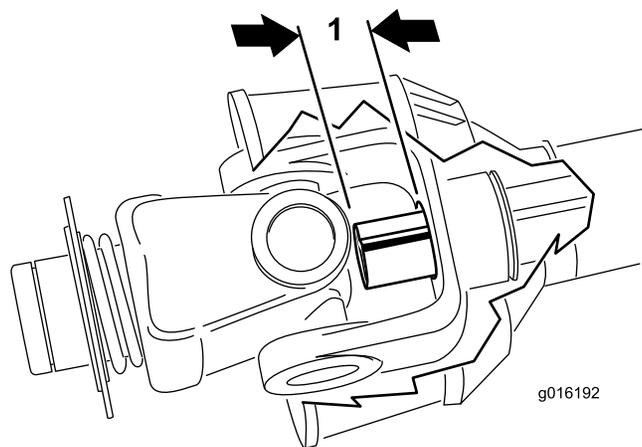

Figura 16
9. Fare scorrere completamente i tubi dell'albero della presa di forza l'uno verso l'altro. Verificate che il tubo **interno** non sporga nella sezione trasversale e nel cuscinetto del tubo esterno (Figura 16). In tal caso, tagliate **una parte** del tubo interno per rimediare al problema. Proseguite alla fase successiva.
10. Misurate la sporgenza del tubo interno nella sezione trasversale e nel cuscinetto del tubo esterno (Figura 16). Aggiungete questo valore alla dimensione indicata alla fase 8.